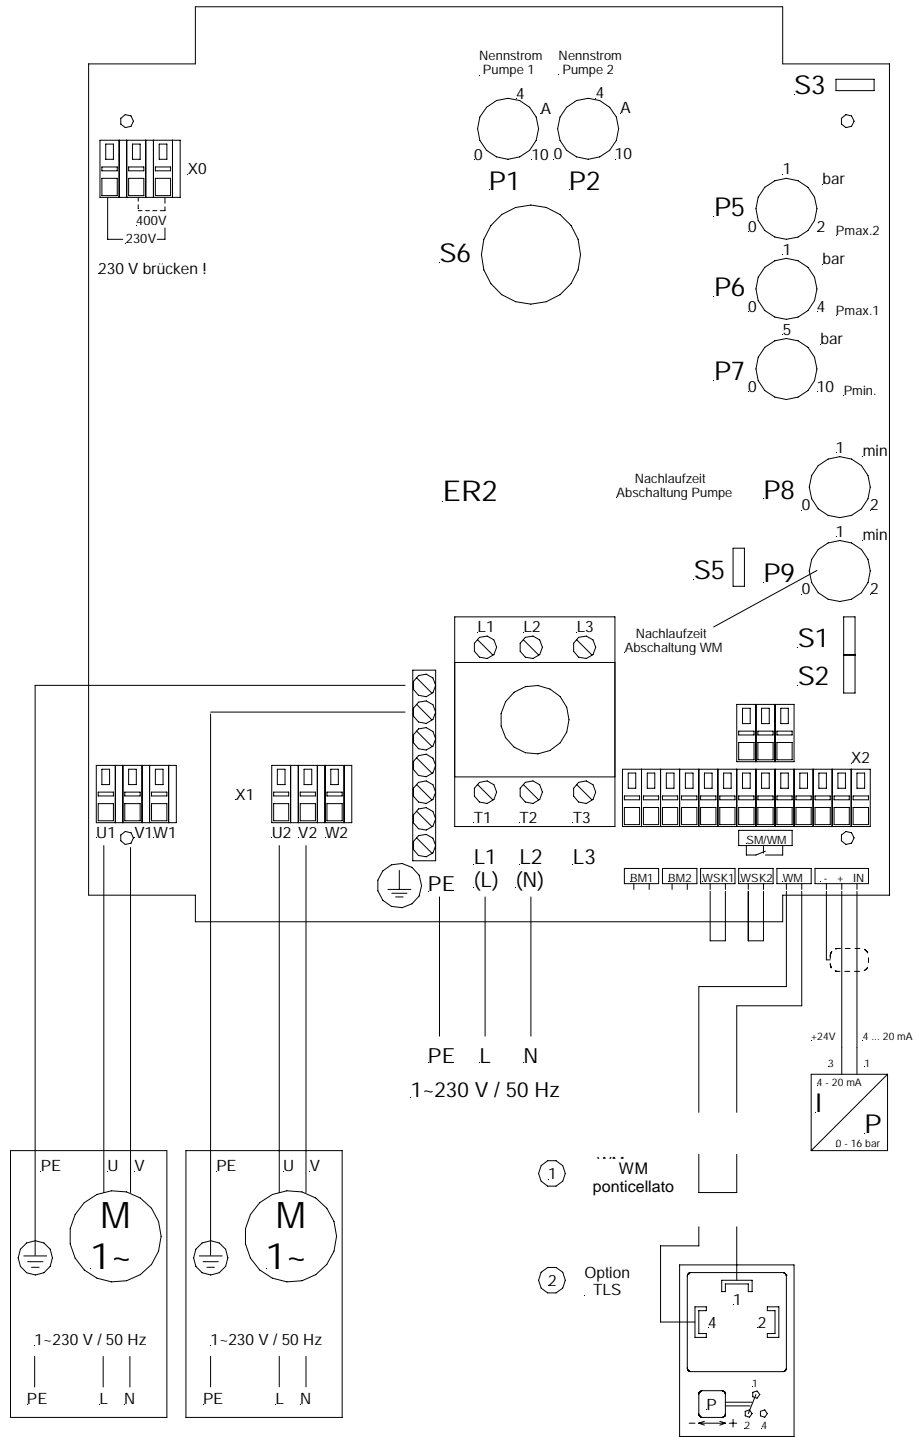

Figura 4: Collegamenti della scheda comando pompe
- Collegare i conduttori in questo modo (figura 4):